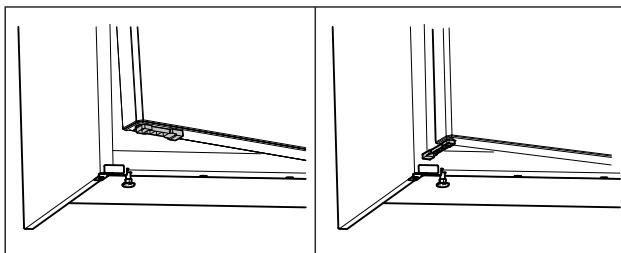

Fig. 70 *
- Otočte obmedzovač otvorenia dverí o 90°. (pozri Fig. 70) *